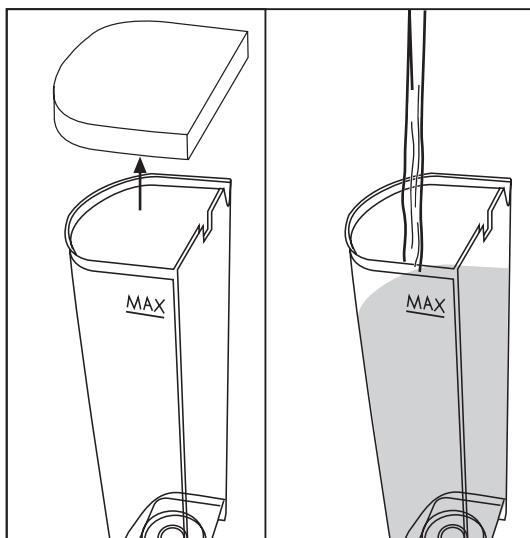

Fig. 2
- Togliere il coperchio e riempire il serbatoio con acqua fresca per un massimo di 1 l. (**Fig.2**)